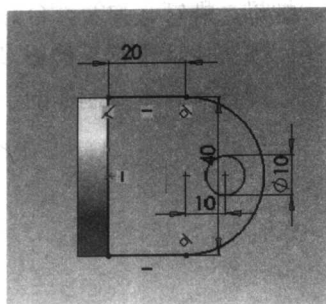

图 1-5 绘制的草图
(5) 在“设计树”管理器中单击选择“右视基准面”将视图设置为“正视于”视图。然后使用“直线”工具、“3 点圆弧”工具和“圆”工具绘制草图并标注尺寸, 如图 1-5 所示。